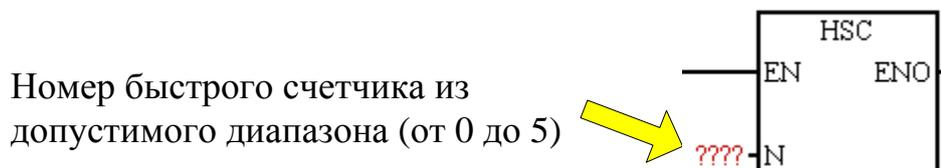

Рис. 4-7. Блок передачи параметров быстрого счетчика
- HSC (от англ. High Speed Counter - высокоскоростной счет) – передача параметров управления быстрому счетчику (рис. 4-7) с указанным номером.